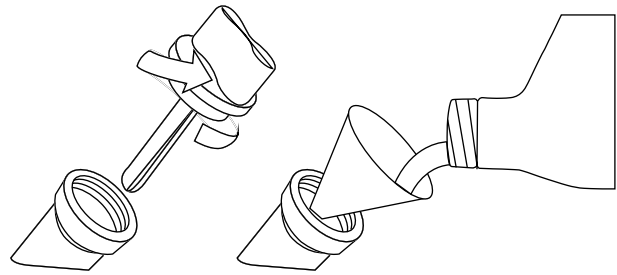

Figure 3: Entonnoir à huile
3. En utilisant l'entonnoir et l'huile fournis, versez lentement de l'huile dans le moteur. Arrêtez-vous fréquemment pour vous assurer de ne pas trop remplir (voir Figure 3).